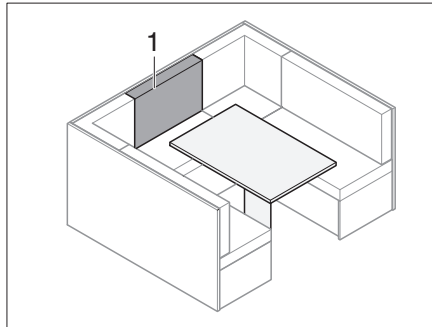

Fig. 187 Prima della trasformazione
- Collocare il cuscino dello schienale (Fig. 187,1) davanti al cuscino aggiuntivo sul tavolo.